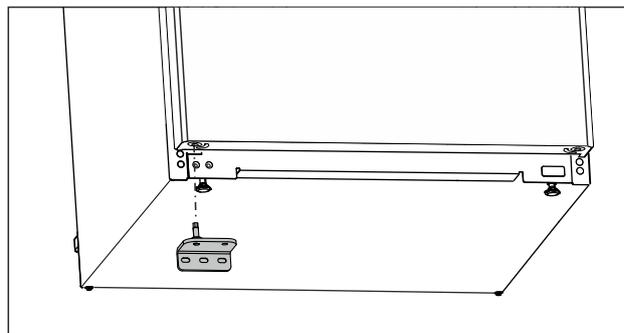

Fig. 20
- ▶ Inserire il blocco inferiore di supporto sul lato opposto. (vedere Fig. 20)